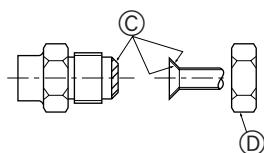

Fig. 5-4
Ⓐ (Fig. 5-4)
Ⓑ (Fig. 5-4)
5.5. 连接管道 (Fig. 5-4)